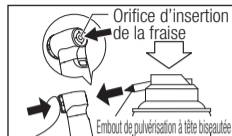

Fig. 16
- 2 Agitez le contenant trois ou quatre fois, puis appuyez doucement sur le bouton-poussoir pour pulvériser directement dans l'orifice d'insertion de la fraise (Fig. 16).